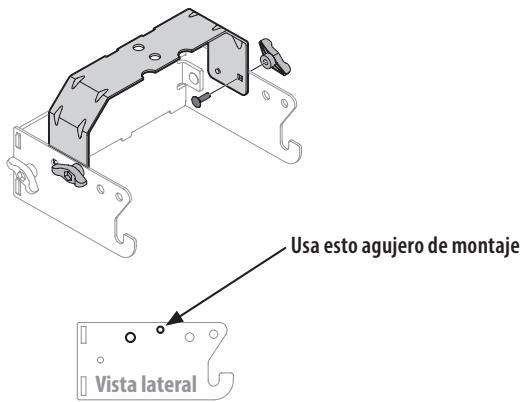

Figura 2
2. Dé vuelta el conjunto y Monte la ménsula de soporte universal (783-08129) a la ménsula de soporte universal usando dos pernos de carro (710-0276) y las perillas de aleta (720-04122) del paquete de herrajes (689-02364), como se indica en la Figura 2.